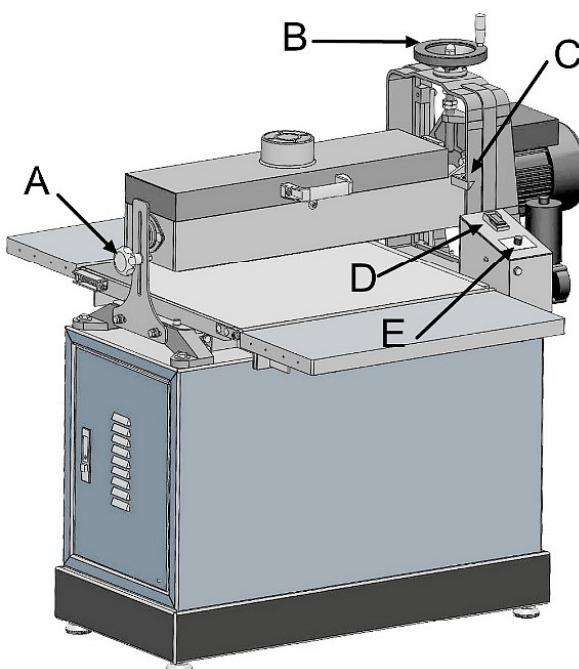

Abb. 15: Arbeitsablauf
Schritt 4: Spanabnahme mit Handrad (B, Abb.15) einstellen.
Schritt 5: Maschine starten (D, Abb.15).
Schritt 6: Vorschub (E, Abb.15) starten und Vorschubgeschwindigkeit wählen.